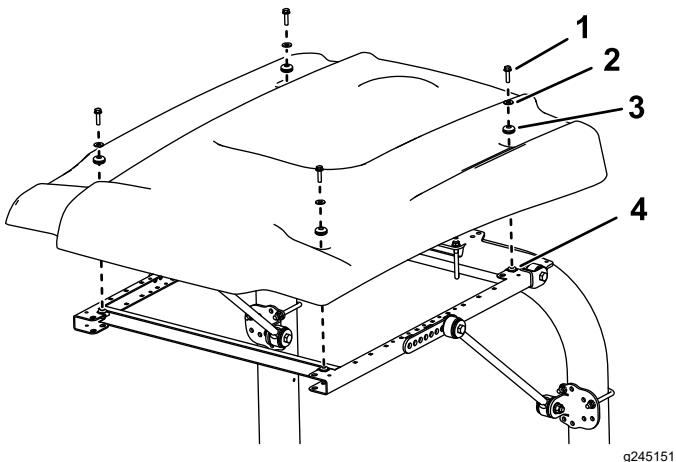

Figura 35
15. Alinee los taladros de montaje y posicione el toldo sobre el bastidor, según se muestra en Figura 35.
16. Sujete provisionalmente cada esquina del toldo al bastidor con un perno con arandela prensada (5/16" x 1 1/4"), una arandela pequeña y un anillo de goma (Figura 35).